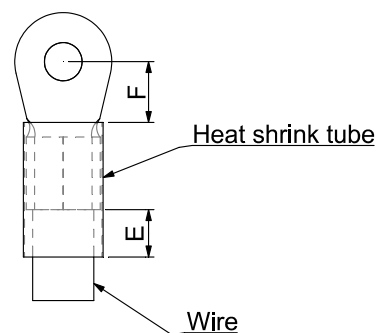

Figure 2.
- 在把電線壓接至符合 UL 認證的環狀端子後，才能在電線套上也是符合 UL 和 CSA 認證的絕緣熱縮套管 (可耐至少 600V_{AC}，YUPU2)，絕緣熱縮套管的規格請見 Figure 2.。